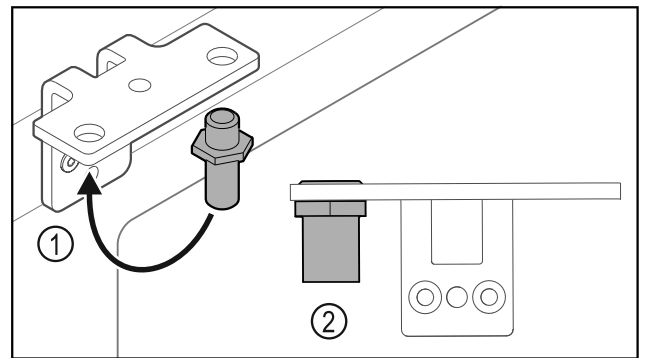

Fig. 30
- ▶ Sett om bolten Fig. 30 (1) i hengselvinkelen.
- ▶ Trekk til bolten Fig. 30 (2) med **et tiltrekingsmoment på 12 Nm.**